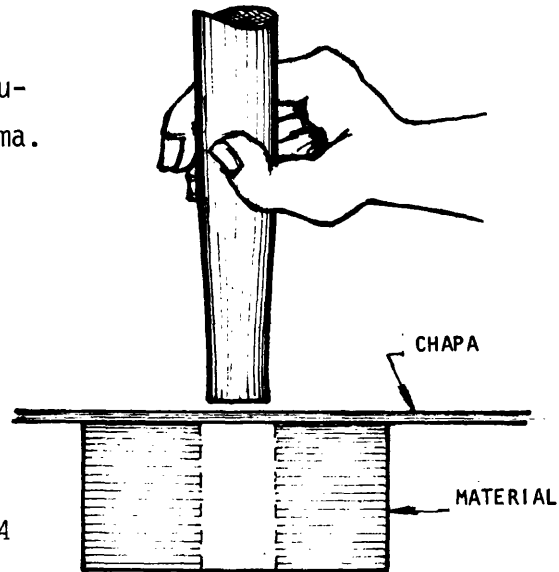

Fig. 4
- ___ b Coloque el punzón sobre el centro marcado (fig. 4).